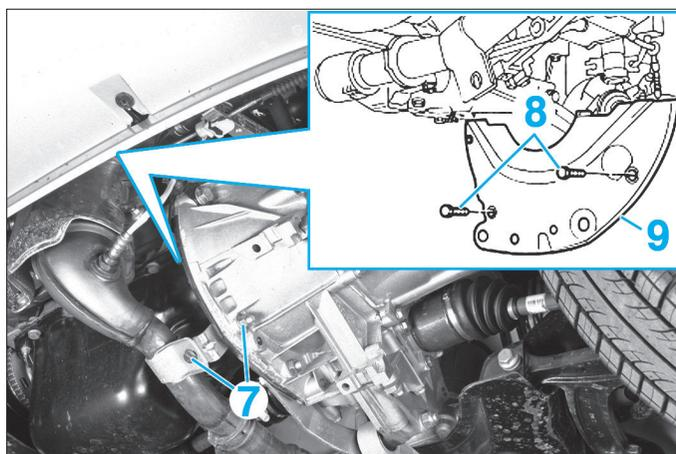

FIG. 5
- Déposer les vis (7) (Fig.5), puis les vis (8) de la tôle de fermeture (9) du volant moteur.